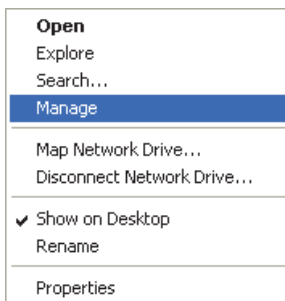

Figura 7-10 Menú contextual para el ícono My Computer
2. En el menú contextual, haga clic en **Manage** (Administrar). Véase la Figura 7-10 en la página 220.